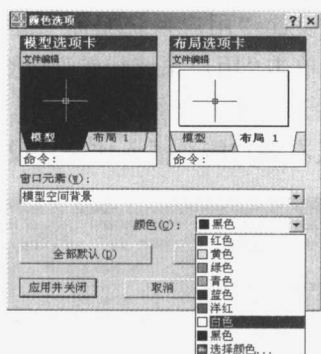

图 1-3 “颜色选项”对话框
step 04 在“窗口元素”栏中单击“颜色(C)”按钮,则弹出“颜色选项”对话框,在其中的“窗口元素”下拉列表框中选择“模型空间背景”选项(用户可以根据自己的需要选择),再在“颜色”下拉列表框中选取自己所需的颜色,如图 1-3 所示。接着单击“应用并关闭”按钮,背景就将从系统默认的黑色变成所选的颜色。